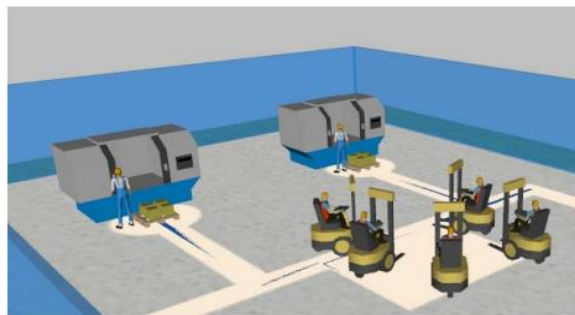

Рисунок 14.14 – 3D-форми залежно від їх стану
23. Запустіть модель і поспостерігайте за процесом. Ви побачите, як вилкові навантажувачі транспортують піддони до верстатів із ЧПК для обробки. Ви також повинні побачити анімовані верстати з ЧПК, які змінюють тривимірні форми залежно від свого стану (рис. 14.14).